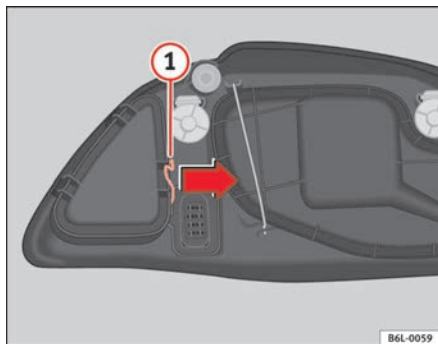

Abb. 154 Standlicht
- Die Strebe **1** ⇒ Seite 232, Abb. 154 in Pfeilrichtung verschieben und den Deckel abnehmen.